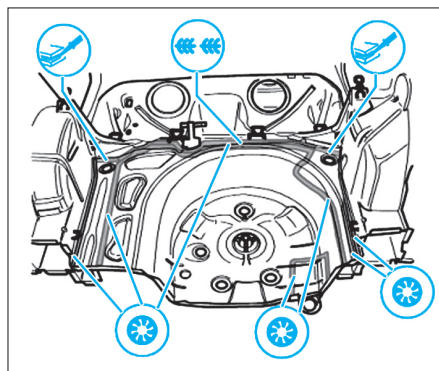

FIG. 132
- Appliquer de la colle comme illustré (Fig.132).